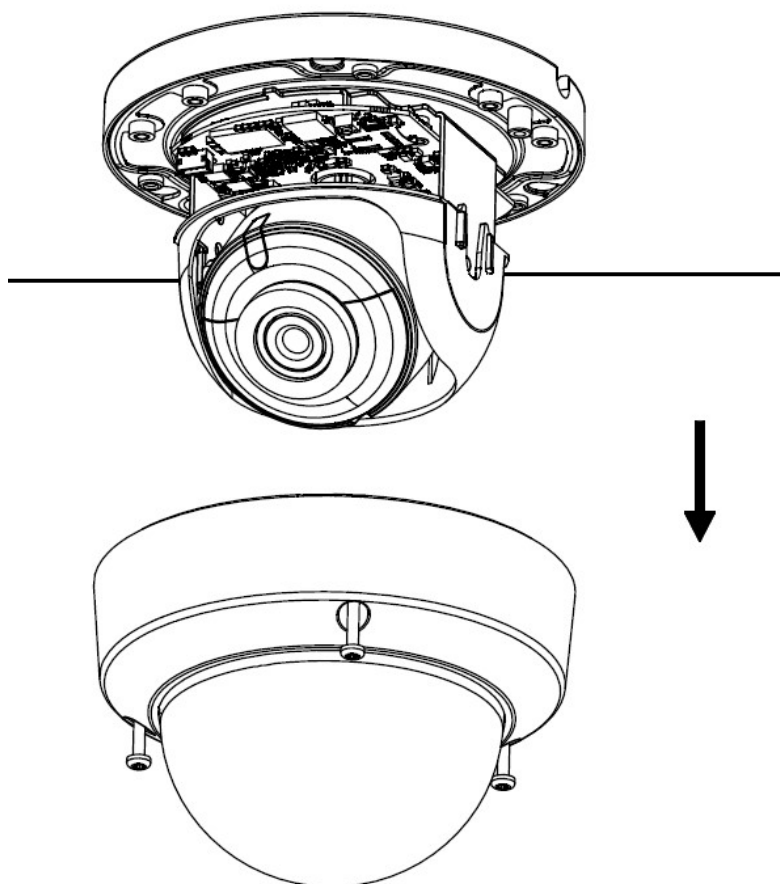

Рисунок 10. Снятие защитного купола с камеры
1. Демонтируйте защитный купол с камеры, предварительно открутив винты (рис.10).